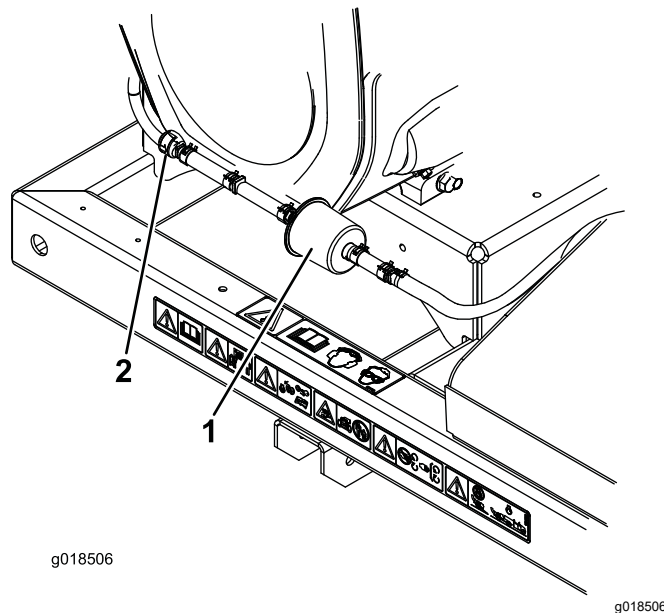

Рисунок 39
2. Переместите шланговые хомуты пружинного типа с обеих сторон угольного фильтра линии продувки в стороны от фильтра (Рисунок 39).
3. Снимите и удалите в отходы угольный фильтр (Рисунок 39).
4. Установите новый фильтр в шланг так, чтобы стрелка на фильтре была направлена в сторону обратного клапана, и зафиксируйте его шланговыми хомутами (Рисунок 39).